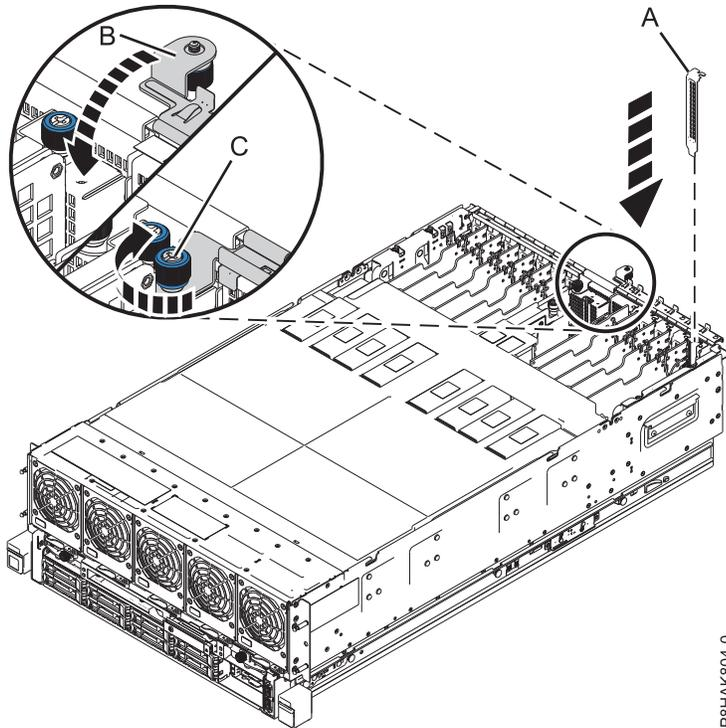

Figura 22. Instalación de un relleno en una ranura de adaptador PCIe en un sistema 8408-44E o 8408-E8E
- a. Sujete con cuidado la placa de relleno de contrapunta y alinéelo con la ranura y con el conector de la placa del sistema; consulte (A) en la Figura 22 en la página 34.
- c. Cierre la pieza de sujeción de retención de E/S haciéndola girar hacia abajo del sistema (B). Consulte la Figura 22 en la página 34.
- d. Atornille el tornillo cautivo de la pieza de sujeción de retención de E/S en el sentido del reloj (C), tal como se muestra en la Figura 22 en la página 34.